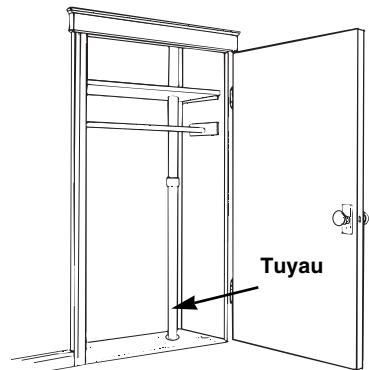

FIGURE 4
**Placards superposés et conduit de chute à linge.** Dans certaines résidences, un placard est situé directement au-dessus d'un placard au rez-de-chaussée. Il est alors facile de faire passer le tuyau d'un étage à l'autre en passant par ces placards superposés. Dans de tels cas, le tuyau passe souvent directement dans le placard, sans être intégré au mur. Voyez la figure 4. Un conduit de chute à linge peut également procurer un accès du sous-sol aux autres niveaux de la maison.